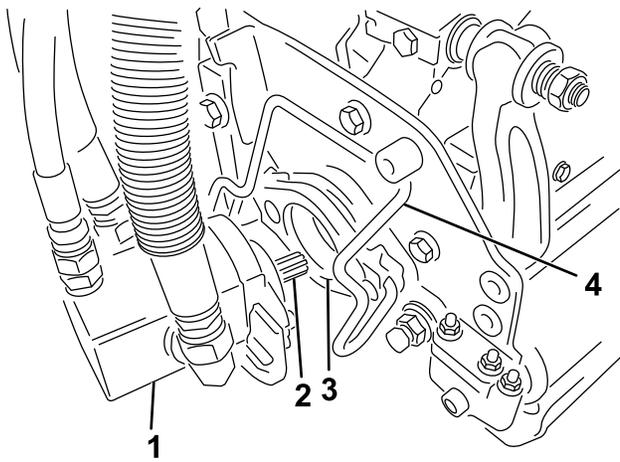

図 35
5. カッティングユニット用モータのスプライン・シャフトにきれいなグリスを塗りつける（図 35）。
6. モータを、カッティングユニットの左側（運転席から見て）に取り付け、カッティングユニットについているモータ固定バーを、モータの上から被せるようにセットし、モータの左右から「カチッ」というロック音が聞こえるまで押し下げる（図 35）。